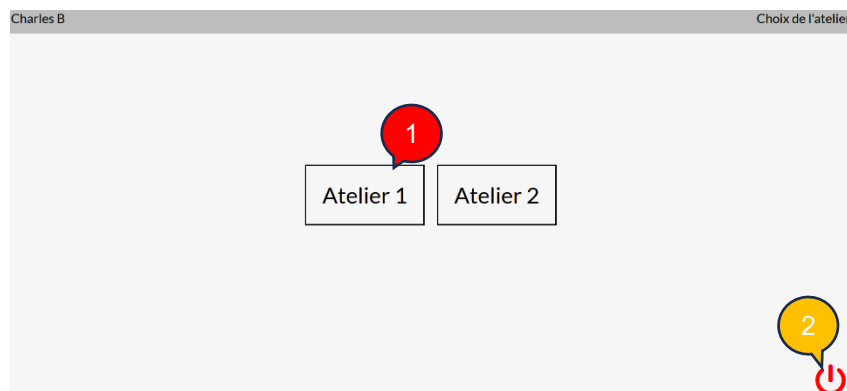

Figure 4 - Écran du choix de l'atelier
- 2** : Bouton qui vous mènera à l'écran de choix d'atelier pour commencer la création de vos réceptions (voir Figure 4 p8).